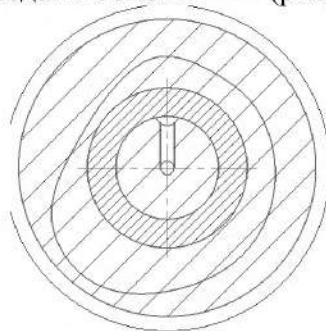

Рисунок 4.38. Результат построения сплайна
2.5.7 Нажмите кнопку **Создать объект**  (рисунок 4.38).